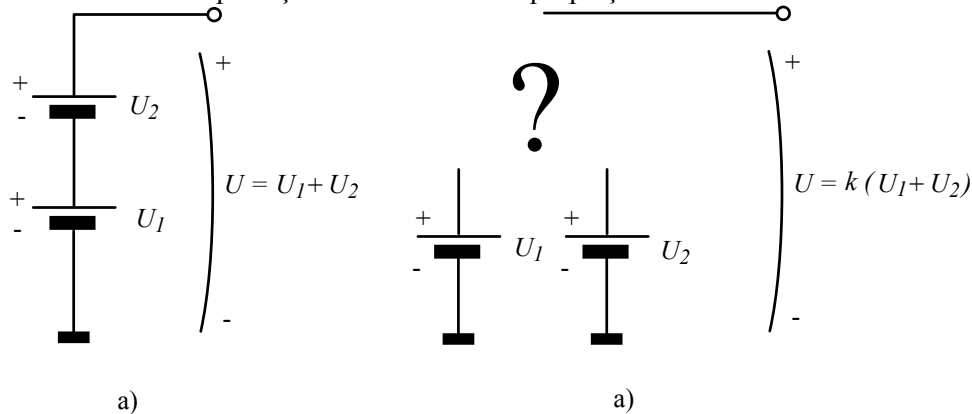

Fig. 1.36.
**P 1.9.** Dacă aveți **două surse de tensiune** și doriți ca potențialul unui punct să fie proporțional cu **suma celor două tensiuni ale surselor**, cel mai simplu este să le conectați **în serie** (Fig. 1.36 a). De multe ori trebuie să rezolvăm această problemă în electronică (sumarea a două tensiuni) dar sursele care le produc **nu pot fi legate în serie** deoarece **ambele au câte o bornă legată la masă**, ca în desenul b al figurii (în jargon se spune că nu sunt **flotante**).